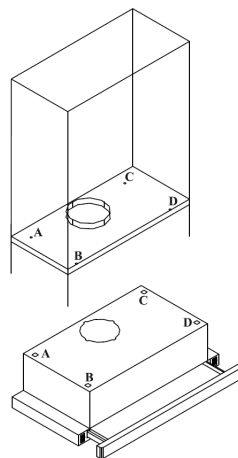

Рис.3
- с помощью шаблона, приложенного к инструкции, в нижней полке подвесного шкафа вырезать отверстие диаметром 130 мм под воздуховод, отводящий отработанный воздух, и просверлить отверстия под шурупы, крепящие вытяжку (Рис. 3),
- с помощью шаблона, приложенного к инструкции, в нижней полке подвешного шкафа вырезать отверстие диаметром 130 мм под воздуховод, отводящий отработанный воздух, и просверлить отверстия под шурупы, крепящие вытяжку (Рис. 3),